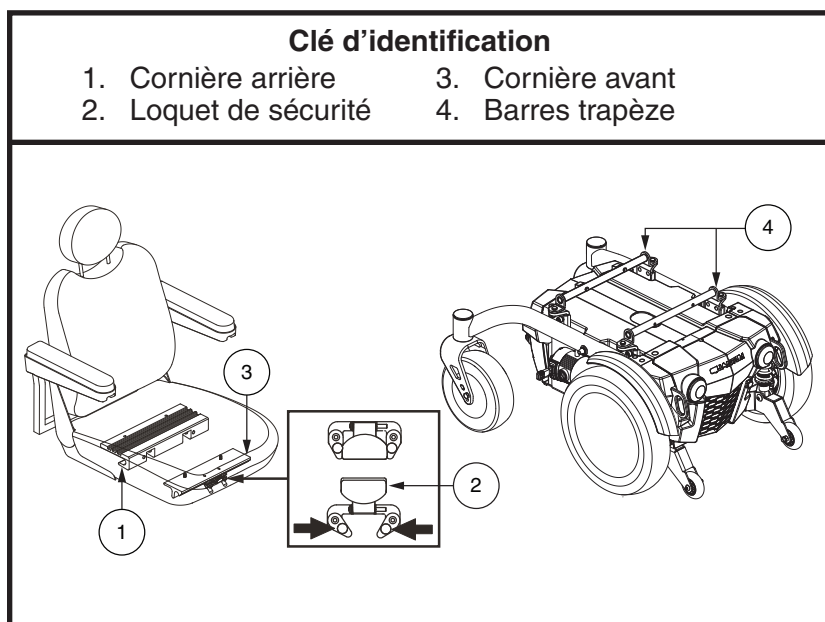

Figure 7. Système de montage universel et siège Contour
Il se peut que vous ayez à installer le siège avant la première utilisation ou après avoir transporté votre fauteuil motorisé. La plupart des sièges sont fixés à la base à l'aide du « Système de Montage Universel » (SMU). Le système de montage universel (SMU) est composé de pièces compatibles au siège sans égard à la largeur ou à la profondeur du siège. Les deux pièces principales sont des cornières d'aluminum montées sur la base du siège. Celles-ci se fixent sur la paire de barres trapèze fixées sur la base motorisée. **Voir la figure 7.**
1. Inclinez le siège vers l'arrière et glissez la cornière arrière sur la barre trapèze arrière. **Voir la figure 7.**
4. Bascule le loquet du siège vers la haut. **Voir la figure 7.**